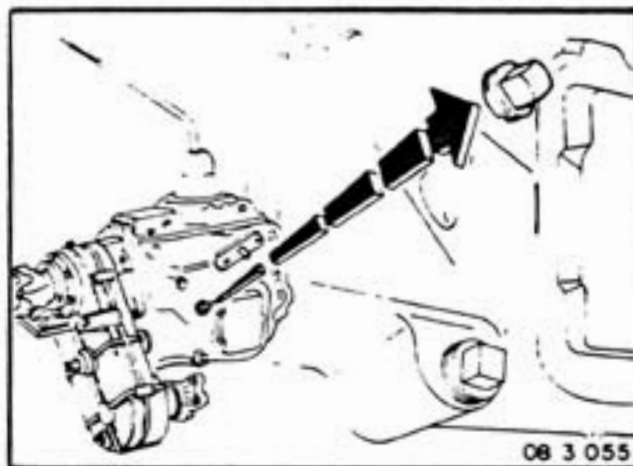

FIGURA 8
4. Remover o bujão de nível e abastecimento (figura 8). Limpar o bujão.
2. Remover o bujão de nível e abastecimento (figura 8). Limpar o bujão.